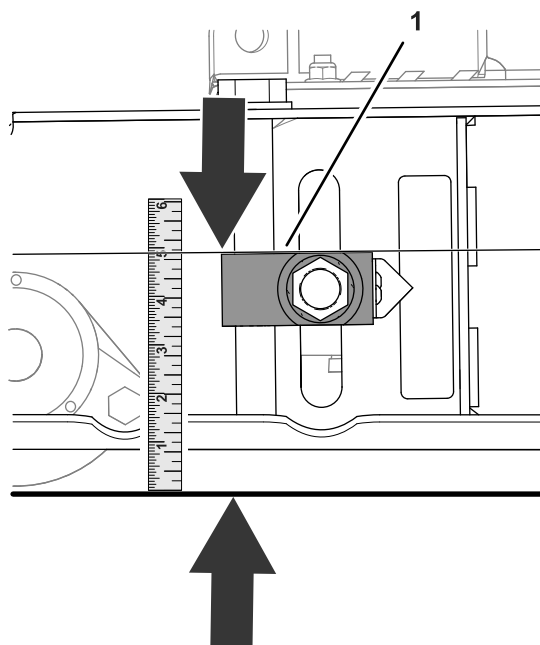

Рисунок 81
2. Измерьте расстояние между верхом блока регулятора и землей (**Рисунок 81**).